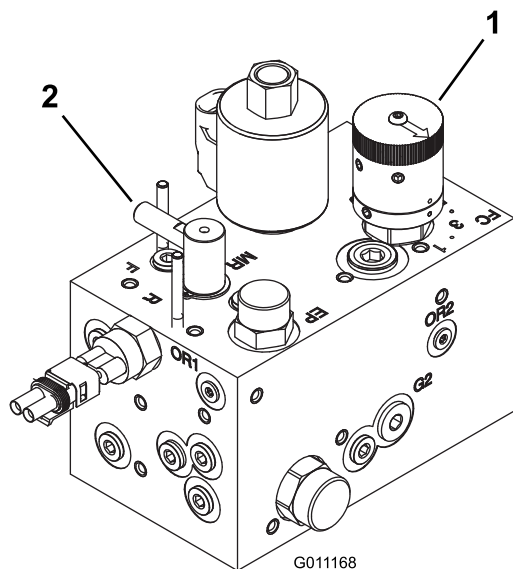

Figura 72
3. Gire el mando de autoafilado a la posición de autoafilado (R). Gire el control de velocidad del molinete a la posición 1. Ver Figura 72.